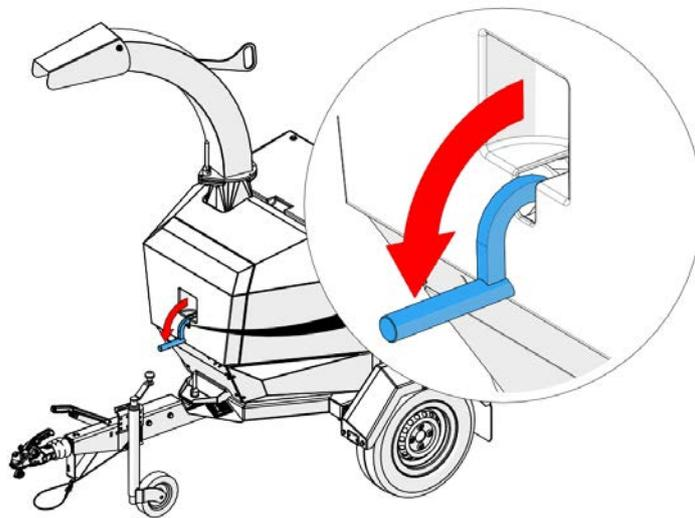

Figure 34 - Levier de rotation
3. Tirez la poignée rotative vers le bas, elle est située à l'avant de la machine (Figure 34).